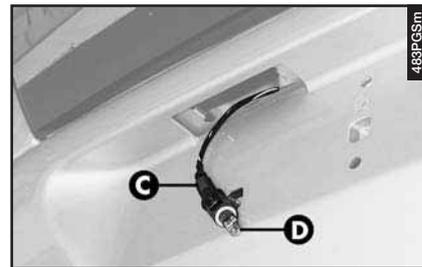

fig. 62
- Estrarre il portalamпада (C-fig. 62) facendolo ruotare leggermente e sostituire la lampada (D) inserita a pressione.
- Rimontare il portalamпада (C-fig. 62) ed il gruppo completo (B-fig. 61).